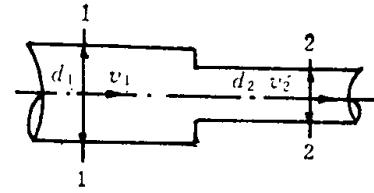

图 1-16 变径水管
**【例题 1-5】** 如图1-16所示，有一段变径圆形水管，已知直径 $d_1 = 100\text{mm}$ ， $d_2 = 50\text{mm}$ ，若 $d_1$ 断面相应的平均流速 $v_1 = 0.5\text{m/s}$ ，求 $d_2$ 断面的平均流速 $v_2$ 等于多少？